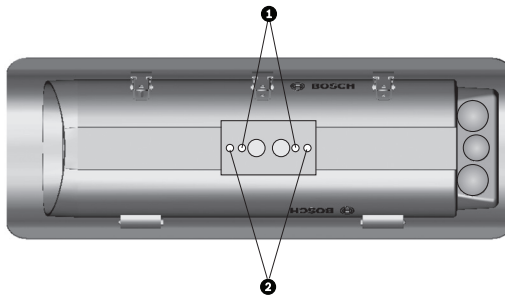

Figure 5.6 Emplacement des trous pour le passage des câbles.
1. Préalablement au montage de la caméra, retirez les deux capuchons sphériques situés à l'intérieur du caisson (voir *Figure 5.6*).